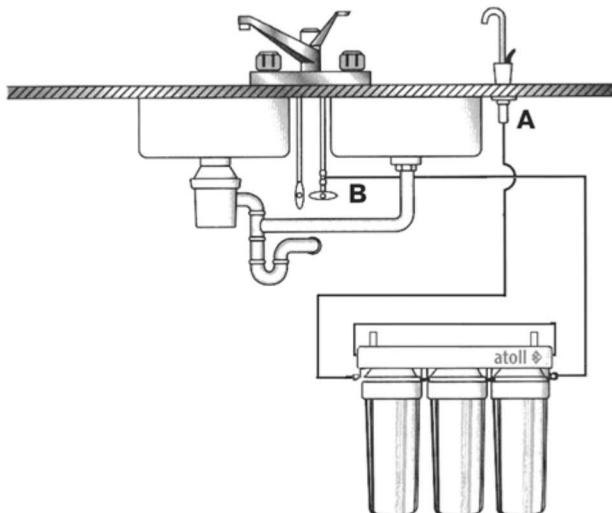
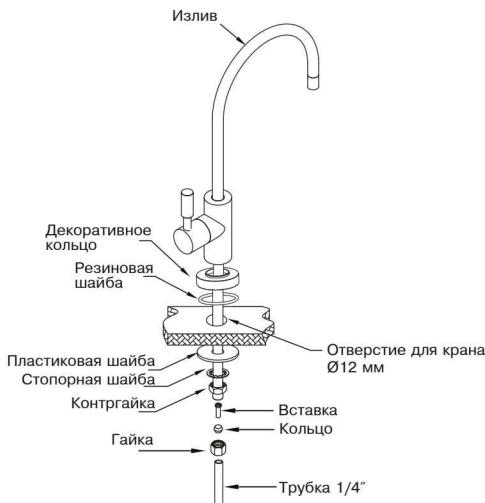

Рис. 1. Схема подключения фильтра
Рис. 4
Монтаж крана чистой воды* производите согласно рис. 4. Мы рекомендуем не затягивать гайку крана до завершения монтажа и проверки работоспособности системы, чтобы была возможность убедиться в отсутствии подтекания воды в месте соединения корпуса крана и резьбовой трубы. В комплекте с краном чистой воды для герметизации соединения с трубкой может поставляться набор деталей для подключения, либо кран может иметь в своем составе быстроразъемный коннектор. На рис. 5а, б, в приведены способы подключения трубы к крану чистой воды (рис. 1).
2.5. Подсоедините трубку от порта IN фильтра к шаровому крану подачи воды (рис. 1).
2. Откройте кран подачи воды (B).
3. Откройте кран чистой воды (A).
5. Через 2-3 минуты закройте кран чистой воды (A). Система готова к эксплуатации.
7. Убедитесь в отсутствии протечки внизу корпуса крана чистой воды, затяните гайку крана (см. рис. 4).